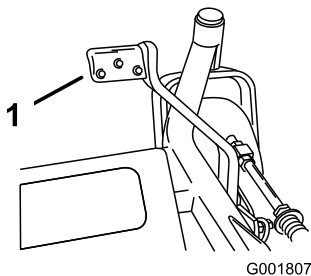

Figura 29
2. Presione la palanca de elevación asistida mientras tira hacia arriba de la palanca de ajuste de la altura de corte (Figura 29).